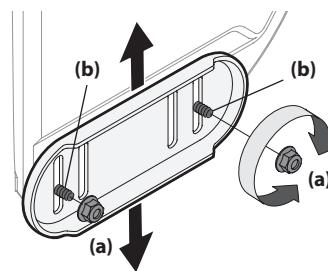

Figura 2-54
1. Afloje las cuatro tuercas hexagonales (a) (dos en cada lado) y los pernos del carro (b). Mueva las zapatillas antideslizantes a la posición deseada. Consulte Figura 2-54.
**NOTA:** Las zapatillas antideslizantes de su unidad pueden verse ligeramente diferentes (y tener hardware diferente) que los que se muestran en la Figura 2-54.